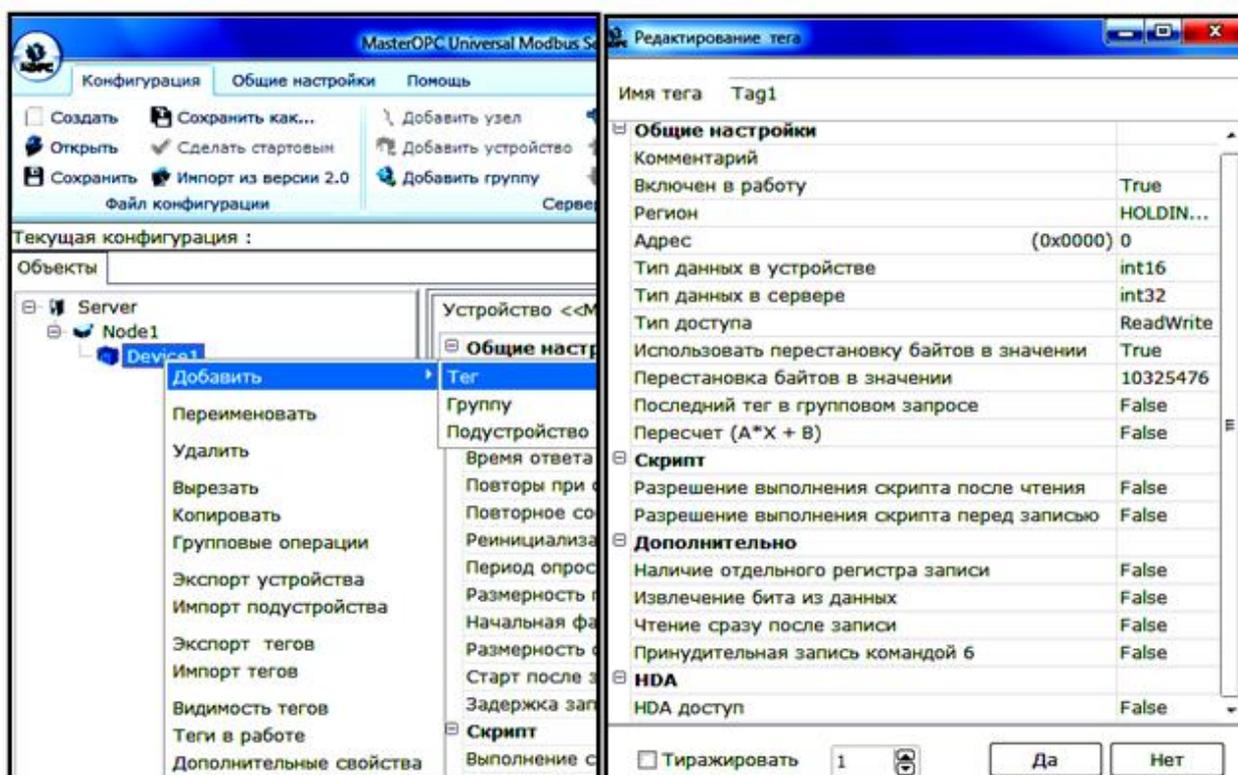

Рисунок 4. Пример настройки тега
- 4.** В устройства через верхнее или контекстное меню добавляем теги или группу (рис.4)